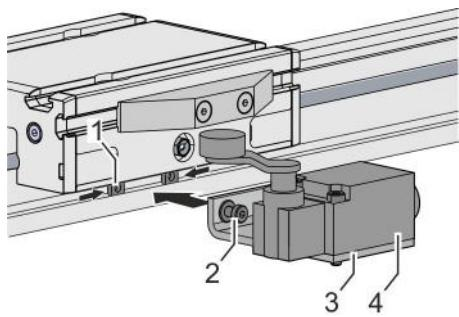

Abb. 33: Endschalter montieren
4. → Nutensteine (Abb. 33/1) in die Nut des Führungsprofils einsetzen und positionieren.
5. → Endschalter (Abb. 33/4) mit Haltewinkel (Abb. 33/3) in Höhe der eingesetzten Nutensteine aufsetzen.
6. → 2 Schrauben (Abb. 33/2) festziehen: